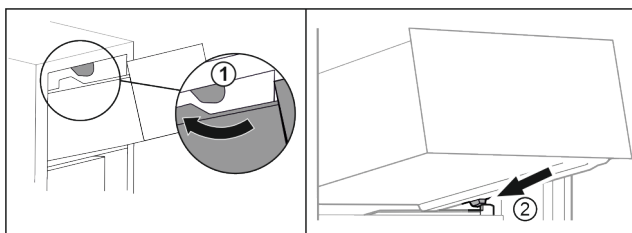

Fig. 74
- ▶ Vedte zásuvku podél horních zarážek. Fig. 74 (1)
- ▶ Nasadte zásuvku šikmo za dolní zarážky na žebrování na nádoby. Fig. 74 (2)